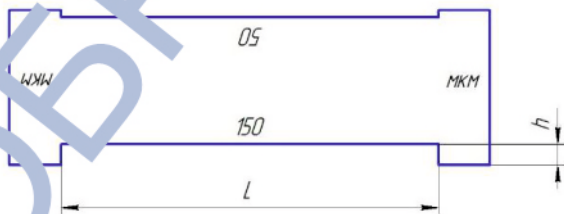

Рисунок 2 – Схематическое изображение аппликатора
3.2.3 Перед пазом налить требуемое количество испытуемого материала (поз.1 рис.2) и медленно перемещать аппликатор по пластине с равномерной скоростью (поз.2 рис.2), распределяя испытуемый материал непрерывным слоем на пластине. Аппликатор перемещают по пластинке с небольшим нажимом, чтобы материал не подтекал под опоры аппликатора.